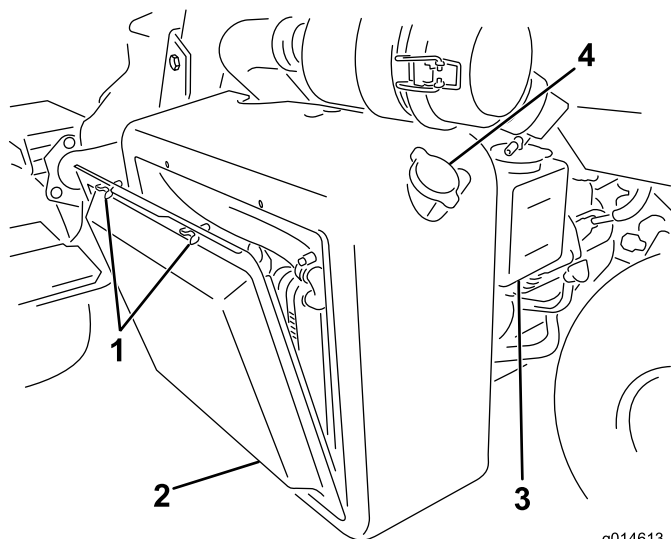

Figura 54
1. Rimuovete la griglia del radiatore (Figura 54).